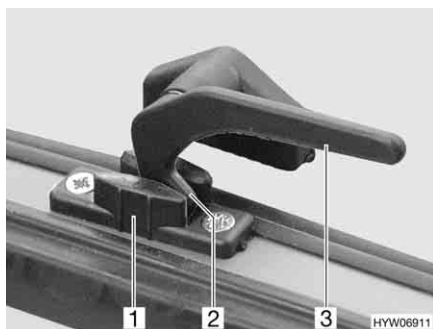

Fig. 72 Levier de verrouillage en position "Aération permanente"
- En position "Aération permanente" (Fig. 72)
- Tourner tous les leviers de verrouillage (Fig. 72,3) d'un quart de tour vers le centre du lanterneau.
- Remettre tous les leviers de verrouillage en position initiale. Le tenon de verrouillage (Fig. 72,2) doit pénétrer alors dans le logement prévu à cet effet dans le verrouillage du lanterneau (Fig. 72,1).